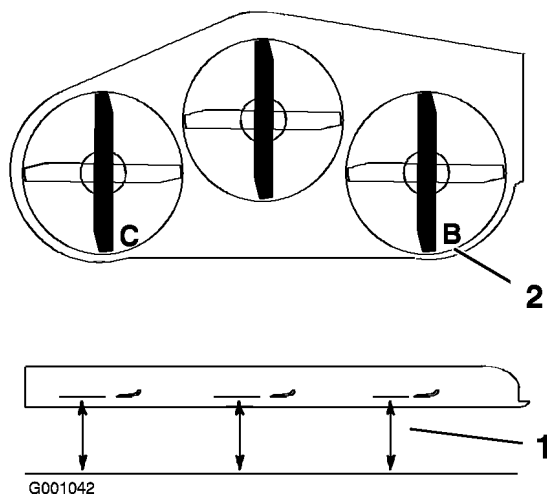

Figura 67
1. Disponete la lama **destra** in posizione longitudinale rispetto alla macchina (Figura 67).
4. Disponete la lama sinistra in posizione longitudinale (Figura 67).
5. Misurate la lama sinistra al punto **C** (Figura 67), da una superficie piana fino al tagliente della punta della lama.